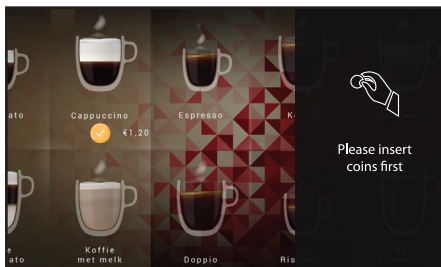

Fig. 4.11- Distribution de boissons avec système de paiement
1. Insérez un montant suffisant en argent ou en monnaie électronique dans le système de paiement, voir fig. 4.11.